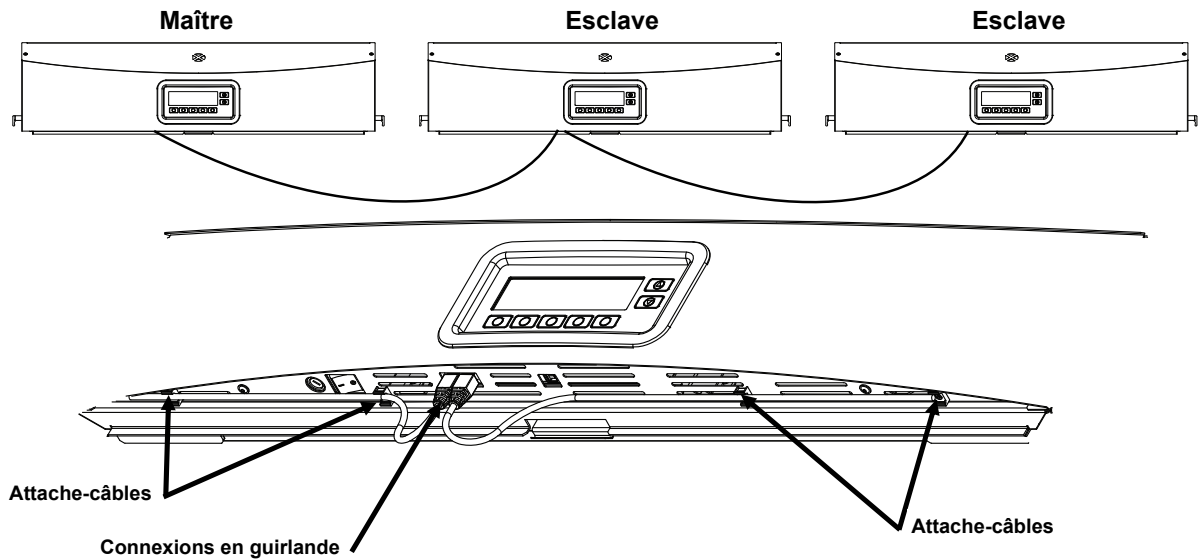

Figure 11. Connexion de plusieurs luminaires en guirlande
9. Connectez les câbles de connexion en guirlande entre les luminaires à l'avant. Utilisez les attache-câbles pour maintenir les câbles en place. Voir Figure 11.